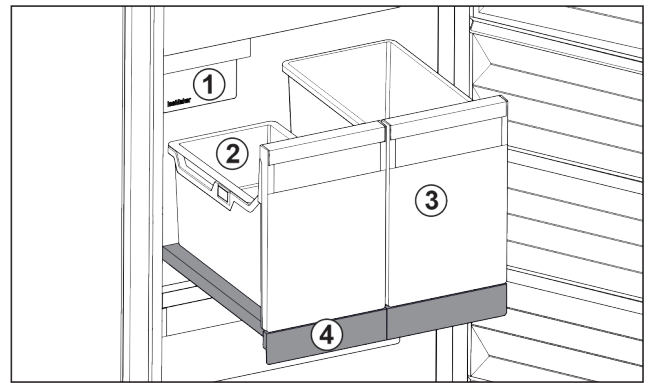

Fig. 83 Raft extractibil cu IceTower
Pe raftul extractibil se află două recipiente înalte (IceTower). În recipientul din Fig. 83 (2) sunt colectate și depozitate cuburile de gheață din IceMaker. Recipientul din Fig. 83 (3) se pretează pentru depozitarea de alimente înalte cum este pizza sau băuturile alcoolice.